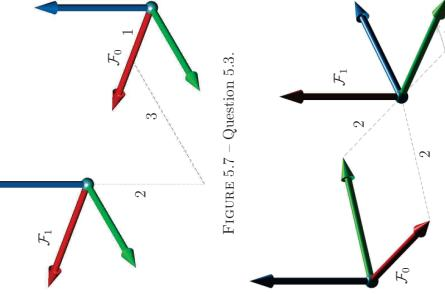

FIGURE 5.7 – Question 5.3.
5.3. Répondre aux différentes questions en rapport avec la figure 5.7 :
5.7. Répondre aux différentes questions en rapport avec la figure 5.7 :